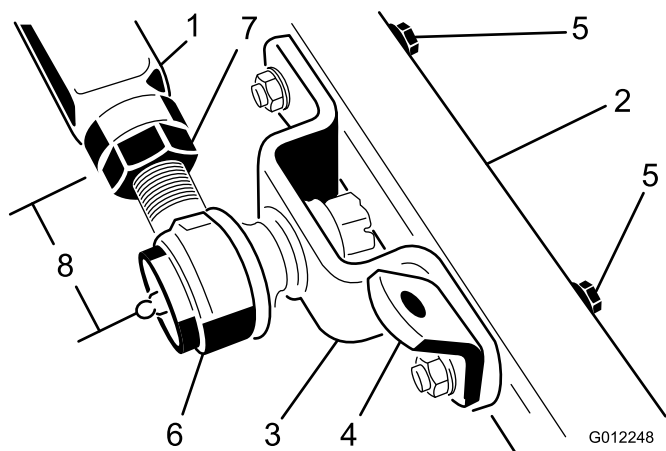

図 7
1. 左がwボールジョイントのマウントとチェーンブラケットを左側キャスタアームに固定しているキャップスクリュー（2本）、平ワッシャ、フランジナットを外す（図 7）。ボールジョイントマウントとチェーンブラケットを外す。
2. 左側qボールジョイントマウントをトラクションユニットの左側プッシュアームに固定しているコッターピンとキャッスルナットを外す。先ほど外したキャッスルナットとコッターピンを使って、ボールジョイントマウント（キャスタアームから外したものを、プッシュアームに取り付ける（図 7）。
3. 左側プッシュアームの端部から、ボールジョイントの中心（グリスニップル）までの距離を測定する（図 7）。この距離が 64 mm あれば適正である。所定の距離（64 mm）がない場合には、ボールジョイントをプッシュアームに固定しているジャムナットをゆるめてボールジョイントを左右どちらかに回して長さを調整する（図 7）。この時点ではまだジャムナットを締め付けないこと。